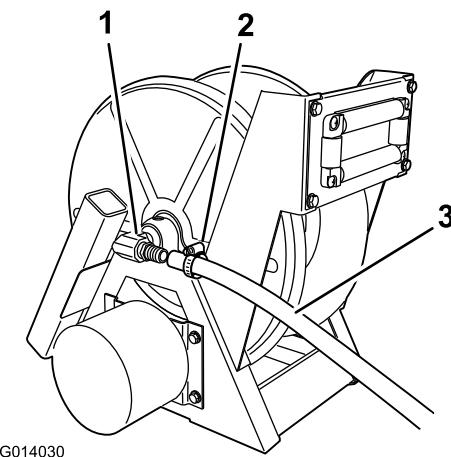

Figura 11
3. Instale el extremo de la manguera sobre la espiga en ángulo recto del lado del conjunto del carrete más próximo al depósito (Figura 11).